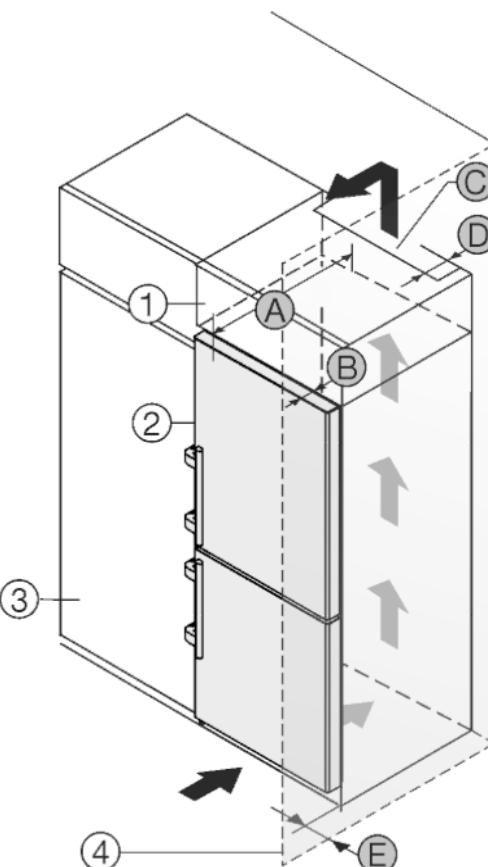

Fig. 11
Устройство может быть окружено кухонными шкафами. Чтобы уравнять устройство Fig. 11 (2) по высоте с кухонной стенкой, можно установить над устройством дополнительный шкафчик Fig. 11 (1).
Установить устройство можно непосредственно рядом с кухонным шкафом Fig. 11 (3). Чтобы можно было полностью открыть двери, устройство должно выступать на глубину Fig. 11 (B) относительно передней стенки кухонного шкафа. В зависимости от глубины кухонных шкафов и использования пристенных распорок устройство может выступать и больше.
- На задней стенке дополнительного шкафчика должен быть вентиляционный канал с глубиной Fig. 11 (D) по всей ширине этого шкафа.
- Нужно соблюдать вентиляционное отверстие Fig. 11 (C) под нижней панелью.
Если устройство установлено на шарнирах у стены Fig. 11 (4), то нужно соблюдать расстояние Fig. 11 (E) между устройством и стеной. Настолько выступает ручка при открытой дверце.